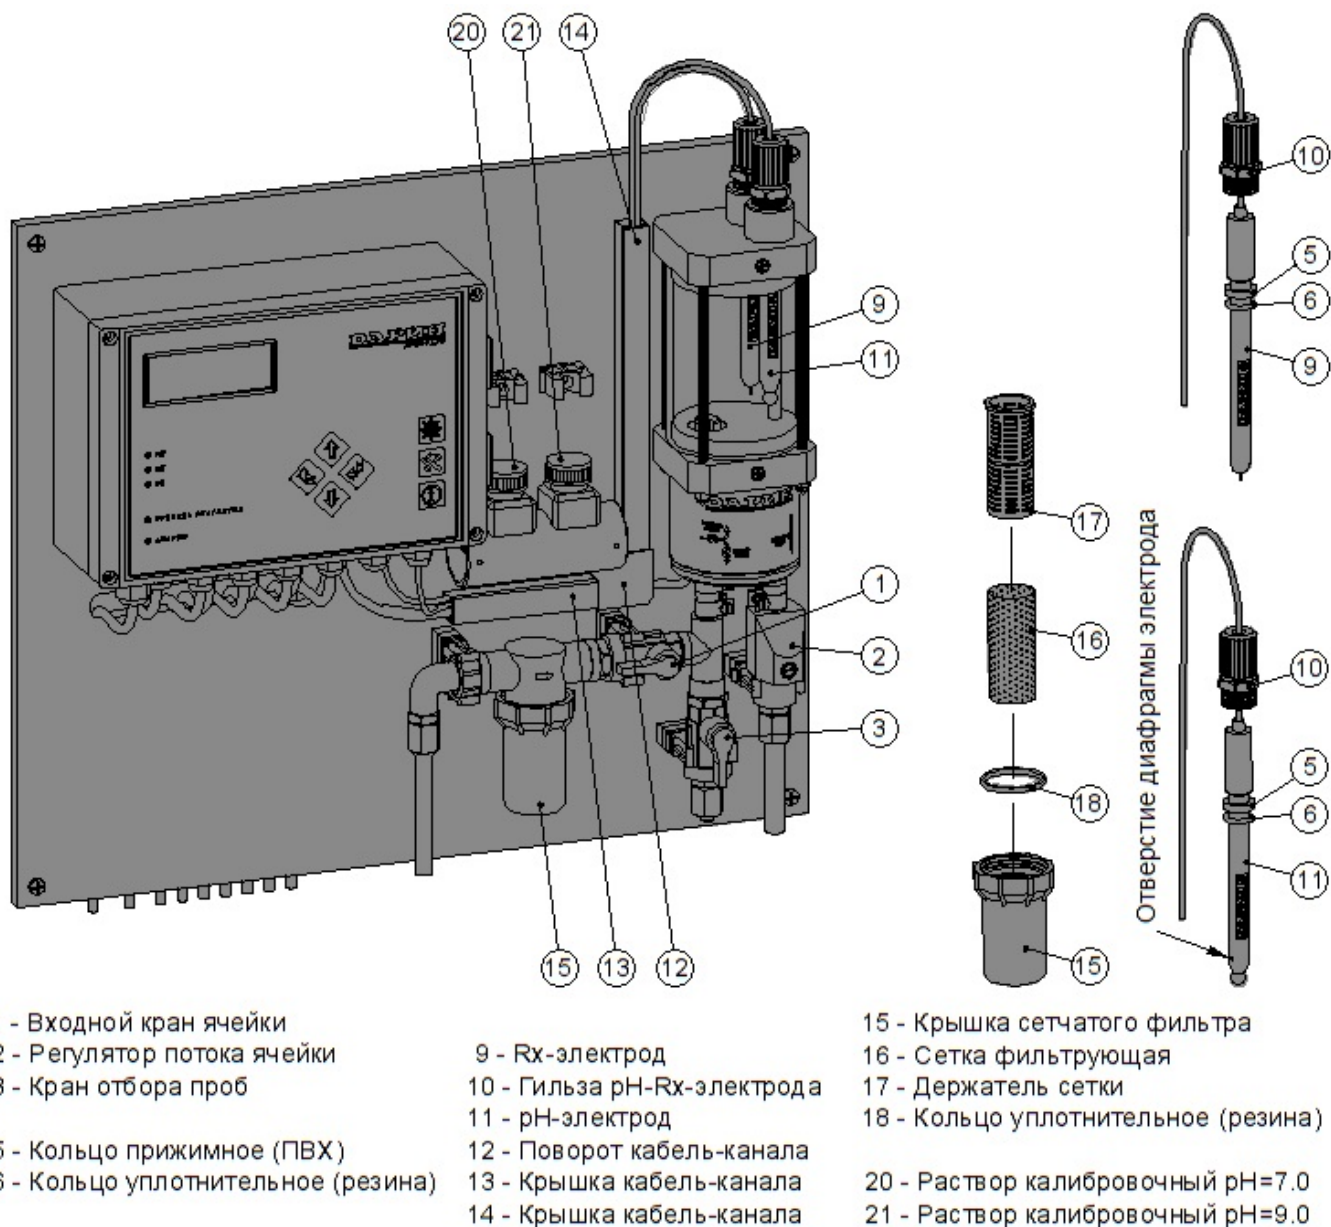

Рис.5.2-1 Измерительная ячейка Rx, pH на панели управления Кристалл
- входной кран и кран отбора проб измерительной ячейки (см. рис.5.2-1, поз.1 и 3).
При установке рН-электрода обратить внимание на то, чтобы в стеклянном шарике на конце электрода и около отверстия диафрагмы электрода (см. рис.5.2-1) не было пузырьков воздуха; при необходимости аккуратно встряхнуть электрод (как при обращении с градусником) и устранить воздух.